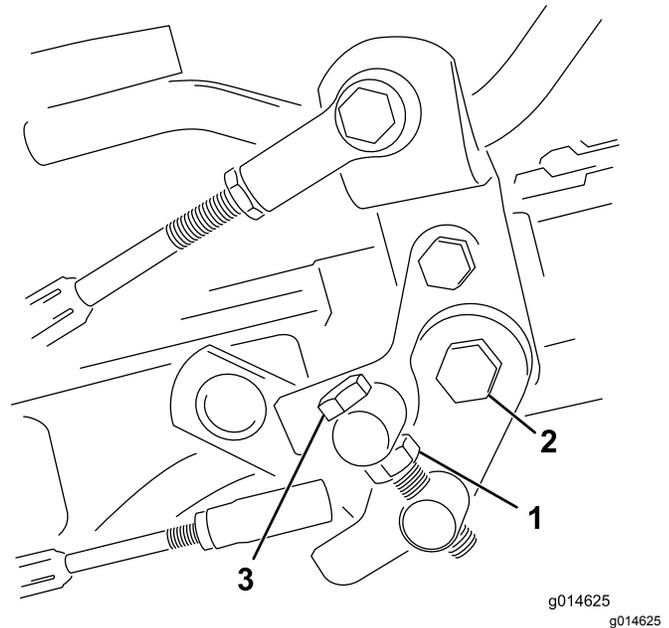

図 40
1. トラニオンボルトのジャムナットをゆるめる図 40。
4. トラニオンボルトのジャムナット、およびペダルピボットのナットを締め付けて調整を固定する図 40。調整を確認し、必要に応じて再調整する。